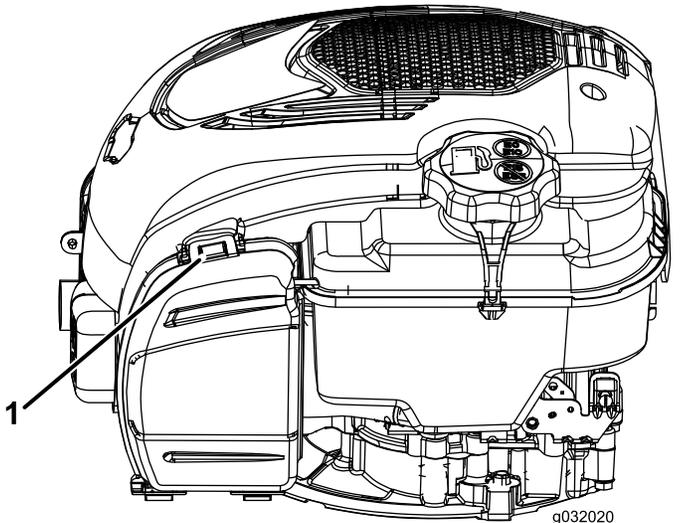

Рисунок 25
1. Потяните выступ на себя, чтобы открыть крышку воздушного фильтра (Рисунок 25).